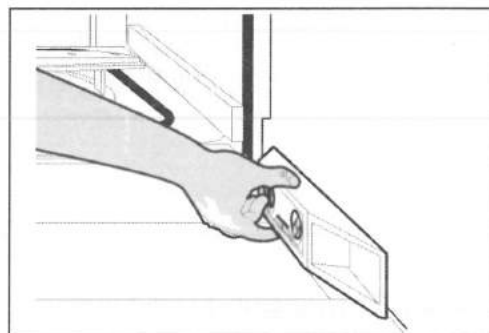

図 8b
2. 水平器を開いたドアの側面に当てて、本機の前後的レベルを点検します。(図8b参照)